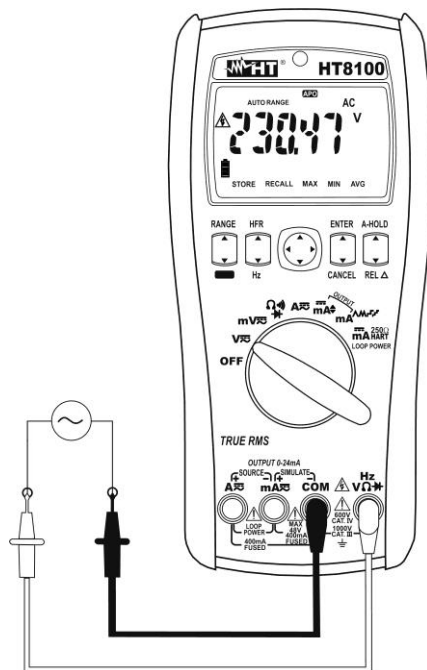

Abb. 3: Verwendung des Gerätes für Wechselspannungsmessung
5. Stellen Sie die rote Messleitung und die schwarze Messleitung in die Punkte des zu messenden Kreises (siehe ~~Abb. 3~~ **Abb. 3**). Der Spannungswert erscheint auf dem Display.